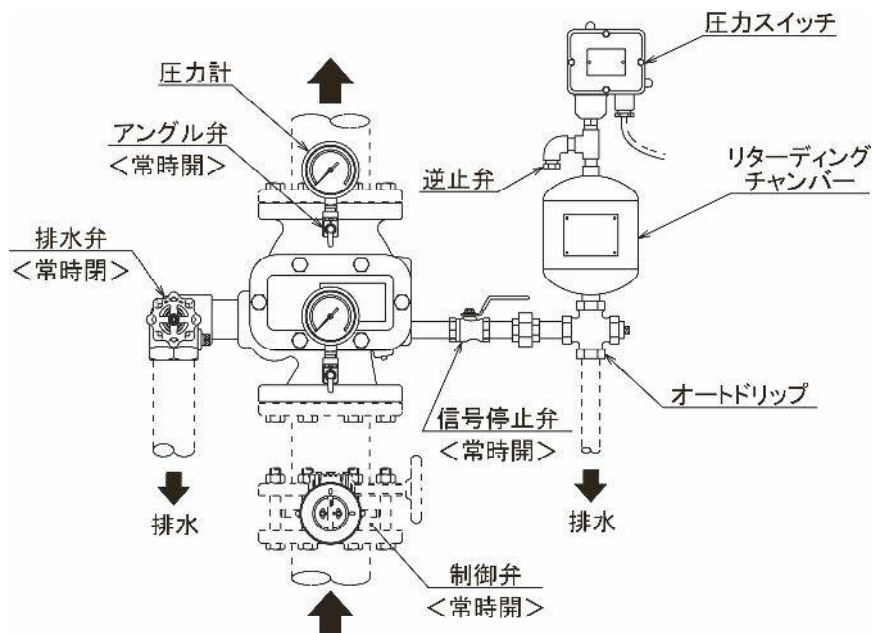
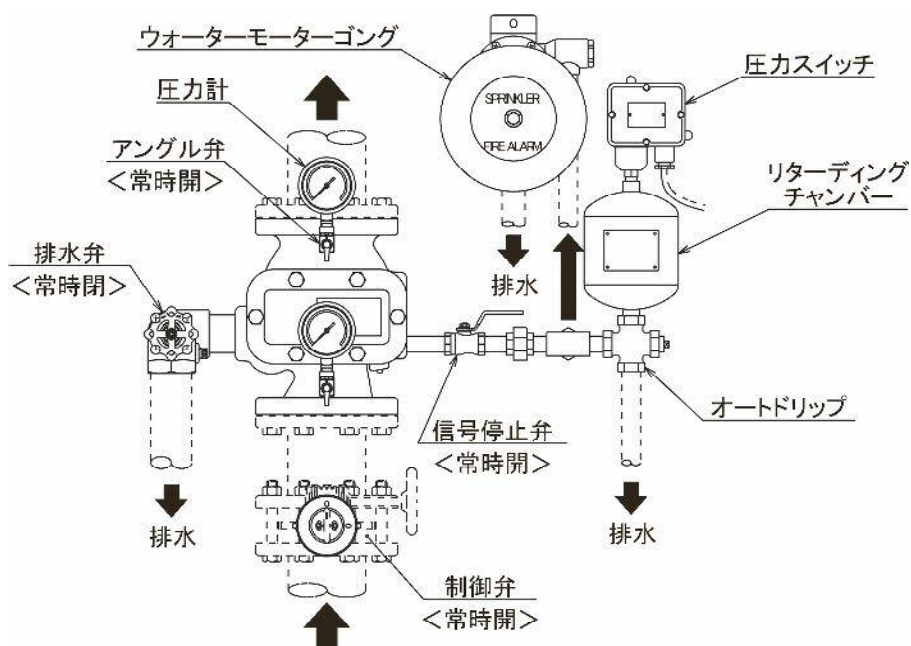

図1
図2
取 付	① 取付ける際、本製品の周囲には排水弁やリターディングチャンバーの設置、及びメンテナンス等を考慮したスペースを確保してください。メンテナンス等することができなくなります。 ② 本製品を取付ける前に、バルブ本体内部の梱包材(ディスク押さえ)を必ず取除き、その他の異物がないことを確認してください。異物等により機能が失われる恐れがあります。 ③ 本製品を取付ける際、バルブ本体の側面に表示されている流れ方向(矢印↑)が、下から上方向であることを確認のうえ、設置してください。逆方向では機能しません。 ④ バルブ本体を設備配管に設置してから、リターディングチャンバーや圧力計を取付けてください。なお、チャンバーは垂直に取付けてください。 ⑤ バルブ本体に排水弁、リターディングチャンバー・オートドリップ(クロス)・圧力スイッチの組立品、信号停止弁を組付ける際は、3ページの図1または図2を参照してください。